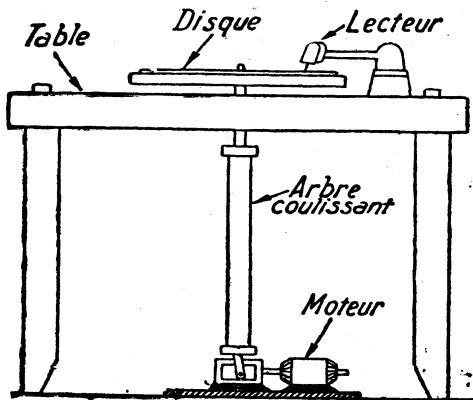

Fig. 11. — Table de lecture de la Radiodiffusion Française.
**2° Vibrations.** — Si l'on pose l'aiguille d'un pick-up sur un objet vibrant, il en résulte un bruit dans la chaîne de reproduction. Donc, la platine sur laquelle repose le disque ne doit pas vibrer. On obtient ce résultat en utilisant une platine très lourde, en fixant le moteur sur une base indépendante de la table, en utilisant un réducteur silencieux, à engrenages hélicoïdaux, en reliant le réducteur à la platine par un arbre à frottement doux... (fig. 11).